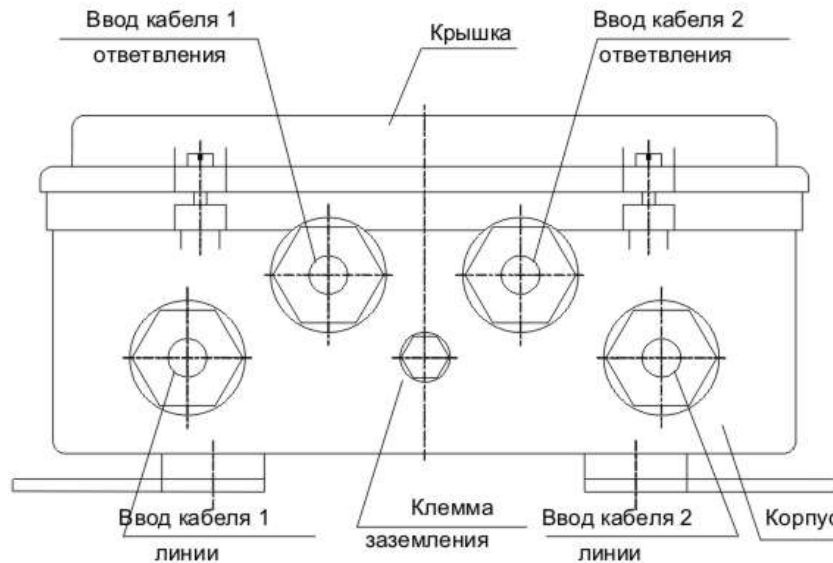

Рис.3
4.2 Разметка для крепления КСУ на поверхностях (стена, ограждение и т. д.) приведена на рисунке 2. Расположение вводов на рис. 3.
4.3 КСУ должна надежно заземляться. Проводник заземления подключается к клемме, расположенной в середине нижней части корпуса (рис. 3).